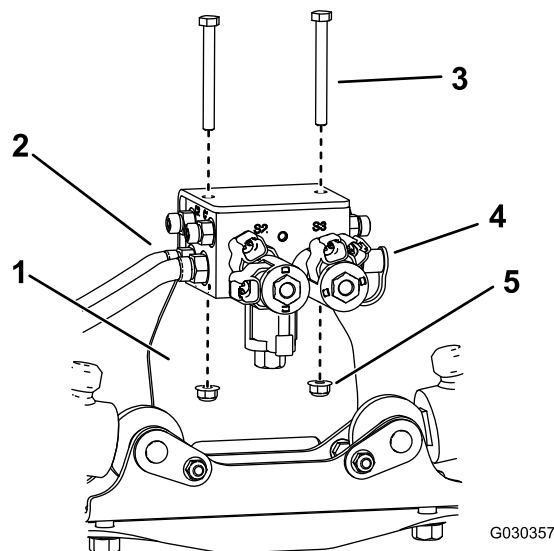

Figura 2
3. Desaperte os 2 conectores hidráulicos do lado direito e porta de medição do lado esquerdo do bloco do coletor hidráulico (Figura 2).
4. Retire o bloco do coletor hidráulico do suporte de montagem (Figura 2).
5. Retire e guarde os dois conectores hidráulicos e porta de medição do coletor hidráulico (Figura 2).